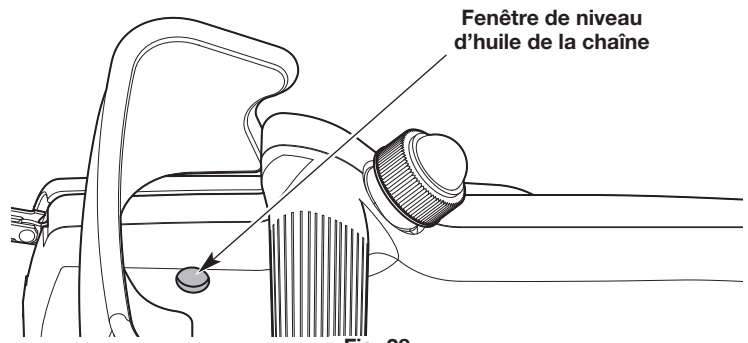

Fig. 28
2. Regarder dans la fenêtre de niveau d'huile de la chaîne, utiliser une lampe de poche si nécessaire. Le niveau d'huile doit remplir la fenêtre au moins à mi-chemin (Fig. 28). Si le niveau d'huile est trop bas, ajoutez de l'huile à guide et chaîne. Se reporter à la section *Remplissage du réservoir d'huile de la chaîne*.